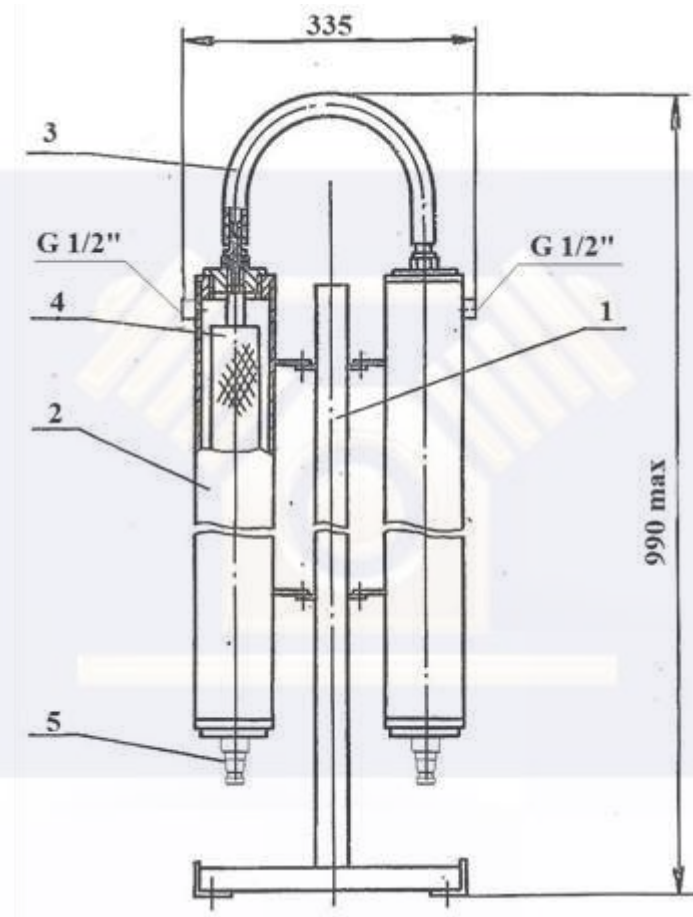

Рис. 1 Фильтрационный модуль
3.1 В состав изделия (рис.1. 2) входят: стойка; блок очистки; рукав; фильтроэлемент; сливная пробка.